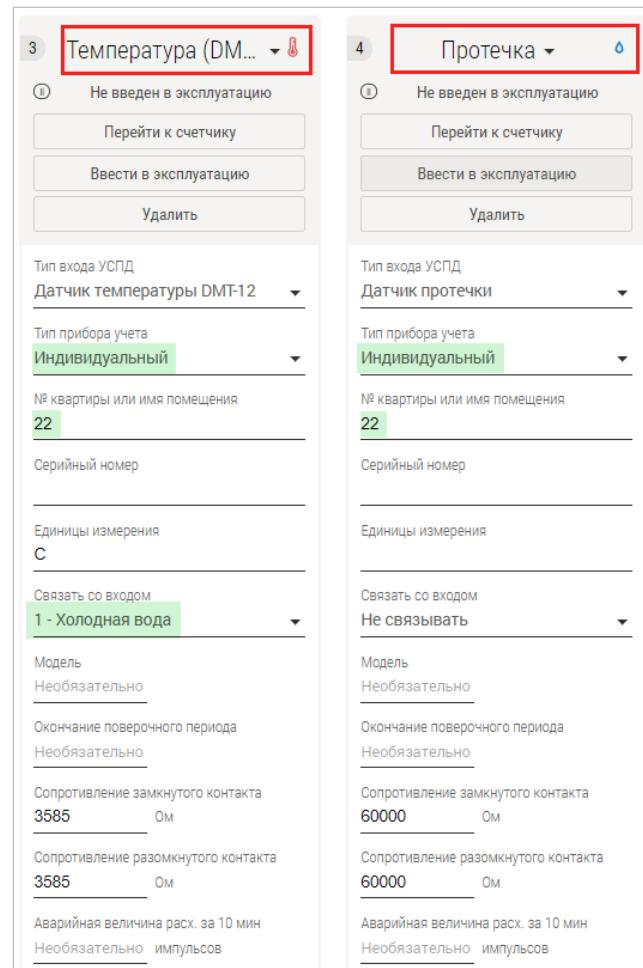

Рис. 27. Добавление датчиков на сервер.
1. В меню УСПД → Конфигурация нажмите на номер входа, к которому подключен датчик, и выберите тип датчика из выпадающего списка (Рис. 27).